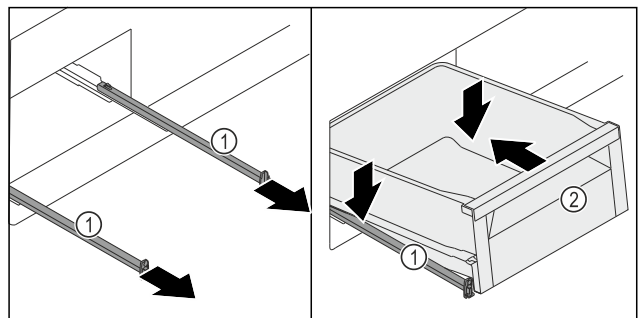

Fig. 126
- Schienen Fig. 126 (1) herausziehen.
- Schienen Fig. 126 (1) festhalten und Schubfach Fig. 126 (2) schräg von oben auf den Schienen Fig. 126 (1) aufsetzen.
- Schubfach Fig. 126 (2) auf den Schienen Fig. 126 (1) bis zum Anschlag nach hinten schieben.